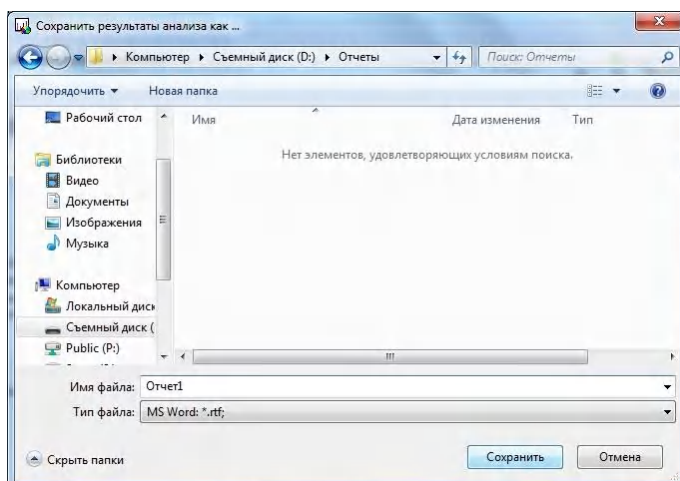

Рис.80 Сохранение отчета
- в открывшемся окне **Сохранить результаты анализа как...** необходимо задать имя файла и выбрать папку на диске, в которой он будет сохранен (Рис.80). После нажатия на кнопку **Сохранить** файл будет сохранен в указанном каталоге.